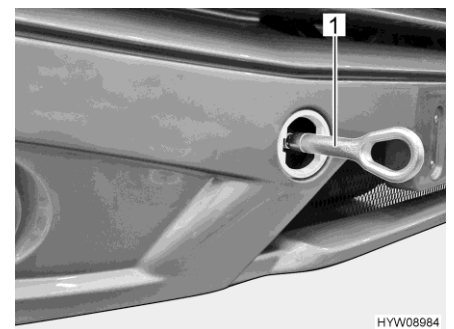

Fig. 44 Œillet de remorquage (monté)
- Monter l'œillet de remorquage (Fig. 44,1) selon les instructions du mode d'emploi du véhicule porteur.